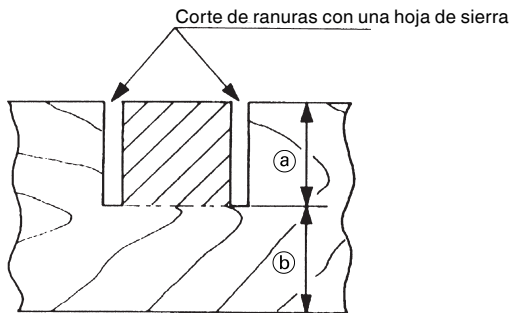

Fig. 46
Las ranuras podrán cortarse en la pieza de trabajo como se indica en la Fig. 46 regulando el perno de ajuste de profundidad de 8mm.
- (1) Afloje la tuerca de aletas de 8mm y gire el perno de ajuste de profundidad de 8mm con la mano.
- (2) Ajuste la profundidad de corte deseada regulando la distancia entre la hoja de sierra y la superficie de la base (consulte ② de la Fig. 46).
- (3) La tuerca de aletas 8mm deberá quedar adecuadamente apretada después de haber finalizado el ajuste.